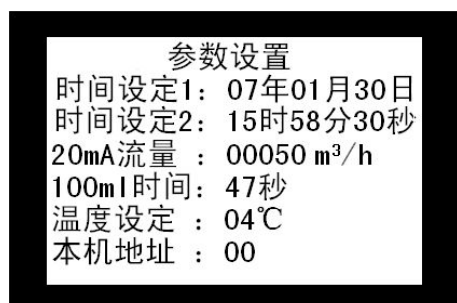

图 29 参数设置界面
采样仪显示主界面时，按【菜单】键，仪器自动切换到主菜单，按【菜单】键选择“参数设置”项，按【确定】键确认，即进入“参数设置”界面，如图 29 所示。设置完毕后按【退出】键返回主菜单。
对应的瞬时流量值，4mA 对应瞬时流量 0m^3 。如图 29 所示则表示流量计输出给采样仪 4mA 是瞬时流量 0m^3 ，20mA 是瞬时流量 50m^3 ， $0\text{--}50\text{m}^3$ 的瞬时流量和 $4\text{--}20\text{mA}$ 电流值成线性比例关系。
- ◆ **温度设定**：设置范围 $00\text{--}25^{\circ}\text{C}$ ，是采样仪保持的恒定温度值。如图 29 所示，当“温度设定”值为 04°C 时，采样仪保持恒温在 $4\pm 2^{\circ}\text{C}$ 的范围内。